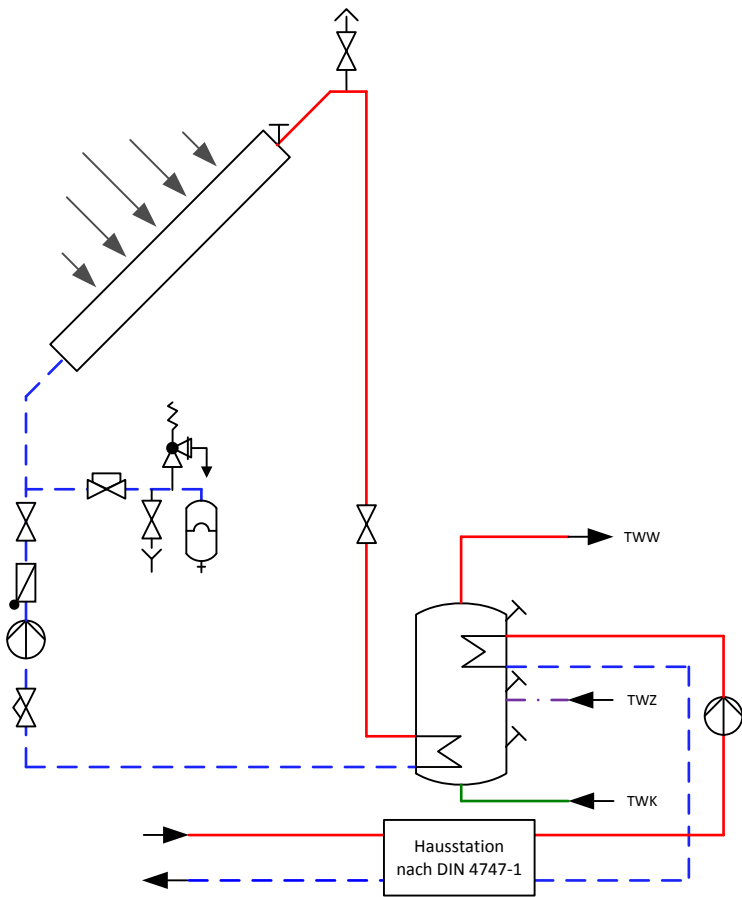

Bild 10: Speichersystem mit innen liegenden Heizflächen für Solar und Fernwärme
- Solaranlage mit bivalent versorgtem Speicher-Trinkwassererwärmer (Bild 10)